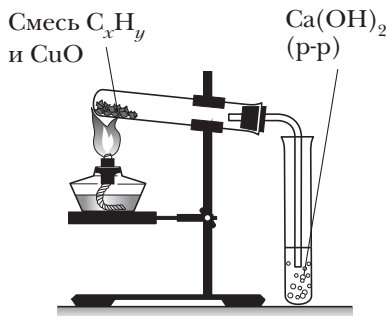

Рис. 70. Прибор для качественного обнаружения углерода и водорода в органическом соединении
Соберите прибор, как показано на рис. 70. Смесь 1–2 г оксида меди(II) и ~ 0,2 г парафина хорошо перемешайте и поместите на дно пробирки. Сверху насыпьте ещё немного оксида меди(II). В верхнюю часть пробирки введите в виде пробки небольшой кусочек ваты и насыпьте на неё тонкий слой белого порошка безводного сульфата меди(II). Закройте пробирку пробкой с газоотводной трубкой. При этом конец трубки должен почти упереться в комочек ваты с сульфатом меди(II). Нижний конец газоотводной трубки должен быть погружён в пробирку с раствором гидроксида кальция. Нагрейте пробирку в пламени горелки. Если пробка плотно закрывает пробирку, то через несколько секунд из газоотводной трубки начнут выходить пузырьки газа. Как только раствор гидроксида кальция помутнеет, пробирку с ним следует удалить и продолжать нагревание, пока пары воды не достигнут белого порошка сульфата меди(II) и не вызовут его посинения.